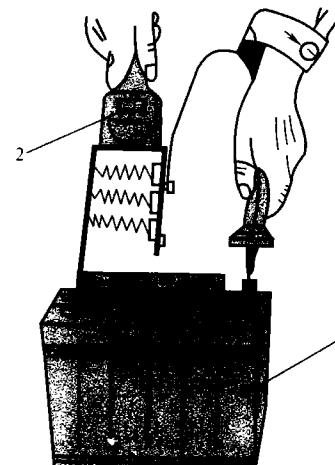

图 2-4 蓄电池高率测试仪
对于单格极桩不外露的穿壁式塑料槽外壳蓄电池, 可用高率测试仪进行放电程度的检查。其测量方法如图 2-4 所示。
① 按图 2-4 所示, 测量蓄电池的放电程度。12V 蓄电池放电程度的判断见表 2-2。